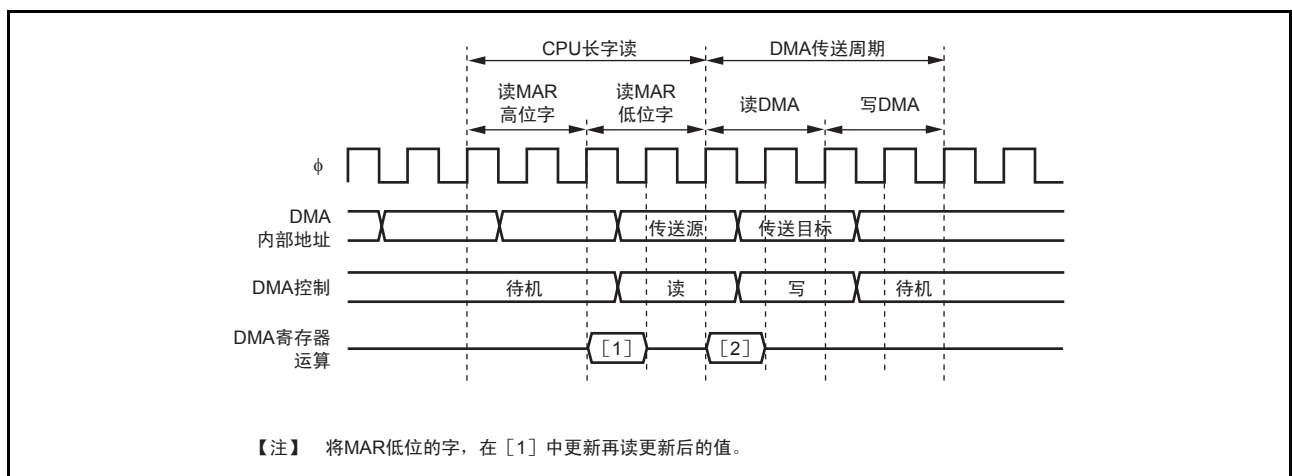

图 7.26 DMAC 寄存器更新和 CPU 读取的竞争
- 如果DMAC寄存器读取周期后，立即发生DMAC的传送周期，DMAC寄存器被读取如图7.26所示。